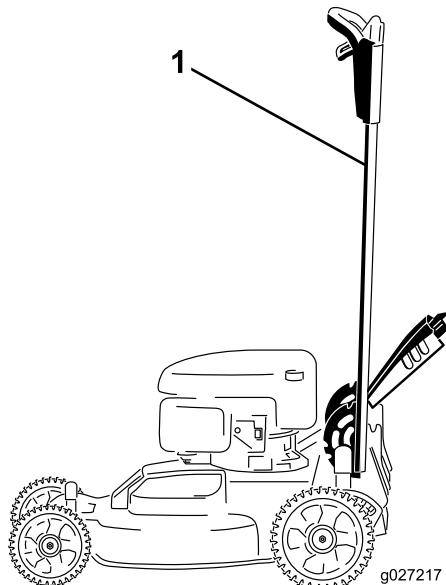

Figura 40
1. Bloqueie a pega na posição vertical (Figura 40); consulte Ajustar a altura da pega \(página 13\).